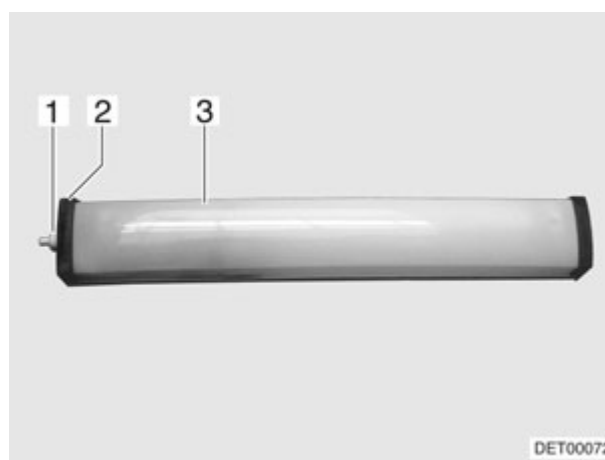

Fig. 161 Lampe de cellule
- Dévisser le cache (Fig. 161,1).
- Retirer le couvercle (Fig. 161,2).
- Enfoncer légèrement le couvercle de la lampe (Fig. 161,3) et le retirer.